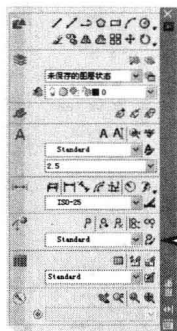

图 1-4 面板
- ① 采用菜单命令“工具”→“选项板”→“面板”调用面板，则弹出如图 1-4 所示面板。